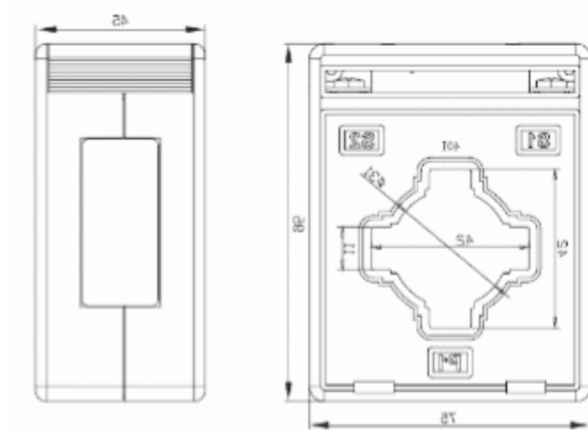

图 10 250A 规格电流互感器外形尺寸
5.3.2 250A 规格电流互感器外形尺寸如图 10 所示（单位：mm）：